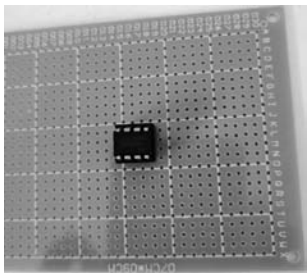
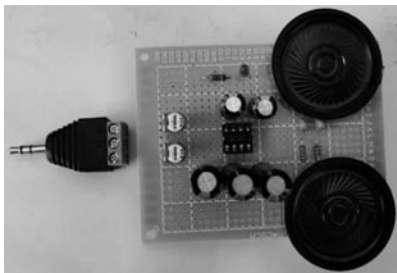

图 5-7 PCB 元件面与 DIP8 底座
图 5-8 元器件布局样例
(1) 用砂纸清除 PCB 板焊盘上的氧化层,用砂纸或小刀清除元器件引脚上的氧化层。
(2) 为待焊的 PCB 焊盘、元器件引脚镀锡。
(3) 将集成电路底座安装到 PCB 板的元件面上(图 5-7),然后在焊接面焊接底座。注意:焊接时避免长时间用烙铁接触焊盘以防焊盘脱落。先焊接底座两个对角线脚(1、5 或 4、8),使底座平整紧贴 PCB,然后焊接其余引脚。
(4) 围绕集成电路底座布局、插装并焊接电解电容 C1、C2、C3、C4、C5,为方便导线连接,C1($100\mu\text{F}$)的正极端应靠近集成电路的第 5 脚,C2($100\mu\text{F}$)的正极端应靠近集成电路的第 8 脚,C3($470\mu\text{F}$)的正极端应靠近集成电路的第 2 脚,C4($470\mu\text{F}$)的正极端应靠近集成电路的第 3 脚,C5($470\mu\text{F}$)的正极端应靠近集成电路的第 1 脚。
(5) 布局、插装并焊接其他元器件(如图 5-8 或自行确定布局)。焊接时注意焊点饱满,不要虚焊,长出的引脚用斜口钳或剪刀剪掉。